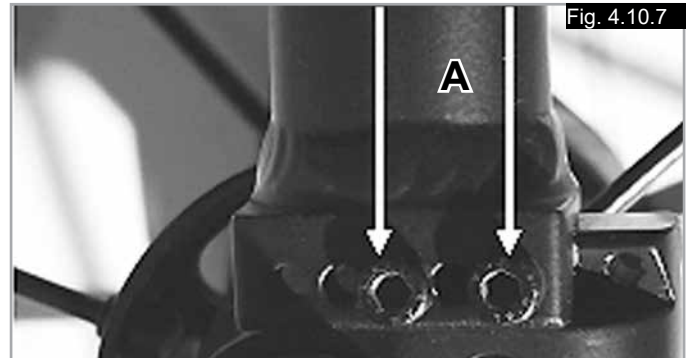

Fig. 4.10.7
Om het zwaartepunt aan te passen, verwijdert u de 2 schroeven (A) en zet u de beugel in de gewenste positie, (Fig. 4.10.7). Plaats vervolgens de schroeven terug en draai ze aan (5 Nm).